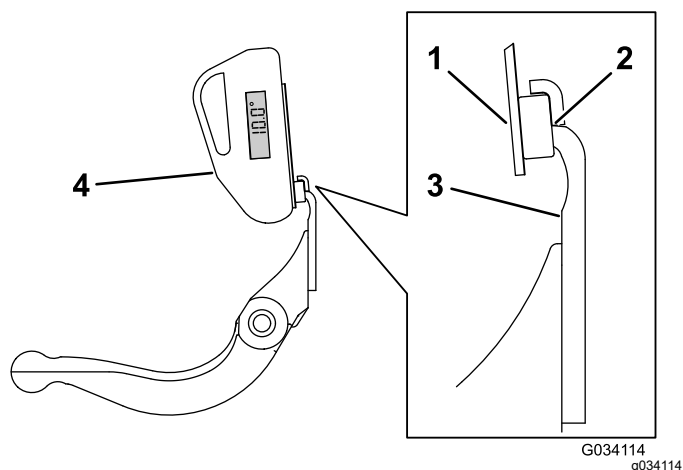

Figura 31
3. Amplasai suportul indicatorului de unghi pe marginea contracuitului, astfel încât marginea magnetului să se îmbine cu marginea contracuitului (Figura 31).
4. Amplasai indicatorul de unghi pe suport, conform indicațiilor din Figura 31.